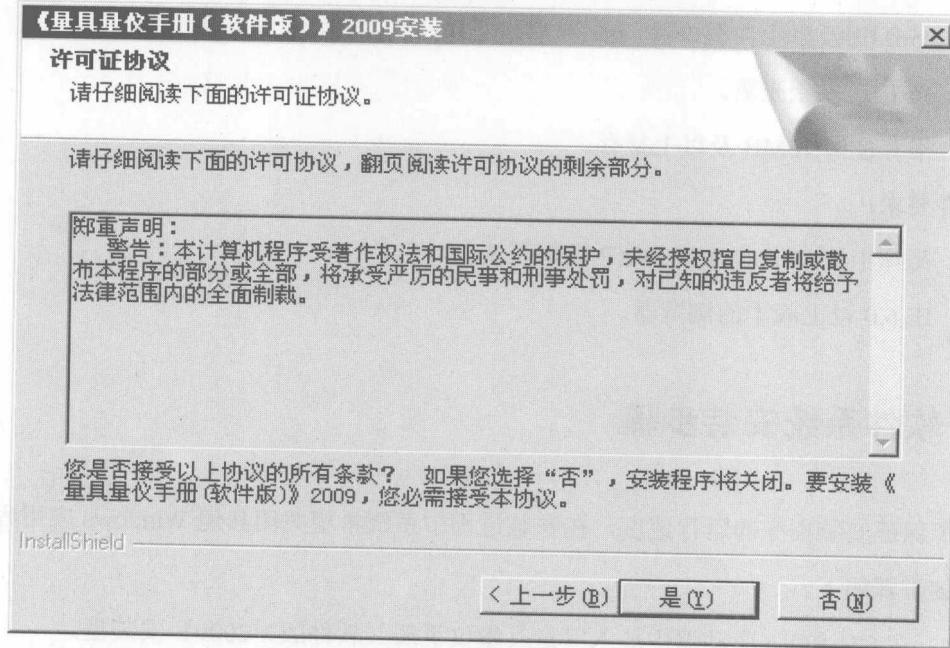

图 1-2 使用许可协议界面
(3) 单击“下一步”按钮，进入如图 1-2 所示的软件使用许可协议界面。在用户安装协议中，说明了用户的权利和义务，在您阅读协议内容并表示同意后，单击“是”按钮。